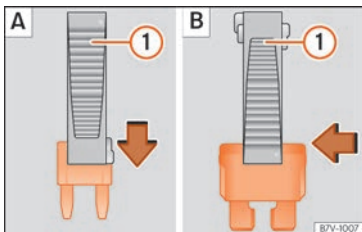

Abb. 61 Sicherung entnehmen oder einsetzen.
- *Kleine Sicherungen:* Klammer von oben aufstecken »» Abb. 61 [A].
- *Größere Sicherungen:* Klammer seitlich auf die Sicherung schieben »» Abb. 61 [B].